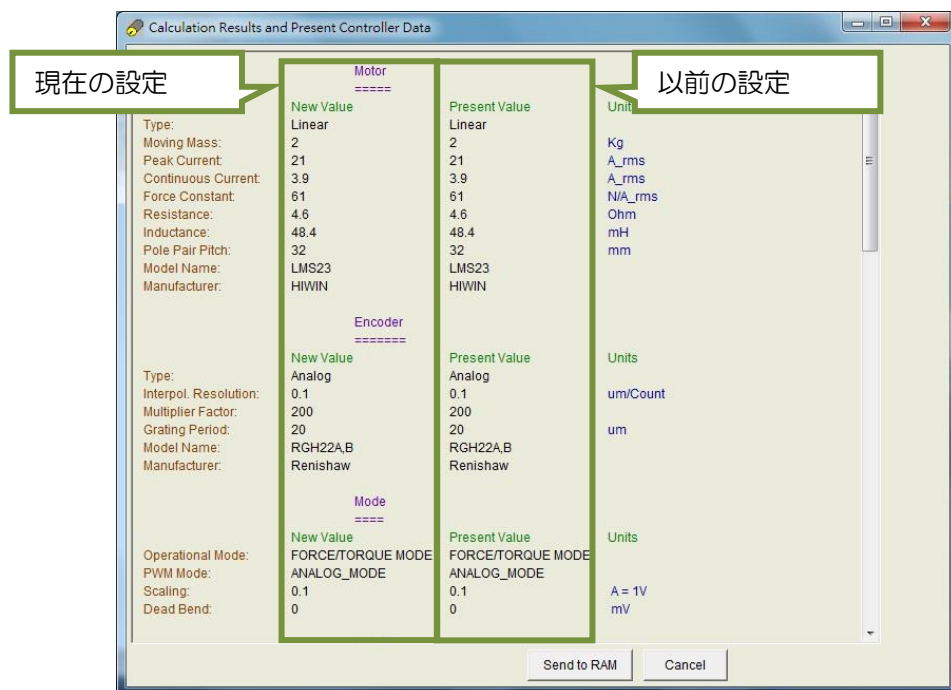

図5.2.5.1
5.2.1節 から 5.2.4節 までの設定が完了したら、[OK] ボタンをクリックします。すると、図 5.2.5.1 のページが表示され、以前の設定と現在の設定のパラメーターが表示されます。パラメーターが正しいことを確認し、Send to RAM ボタンをクリックしてこれらのパラメーターをドライバーの RAM に保存します。[Cancel] ボタンをクリックして、Configuration centerに戻ります。